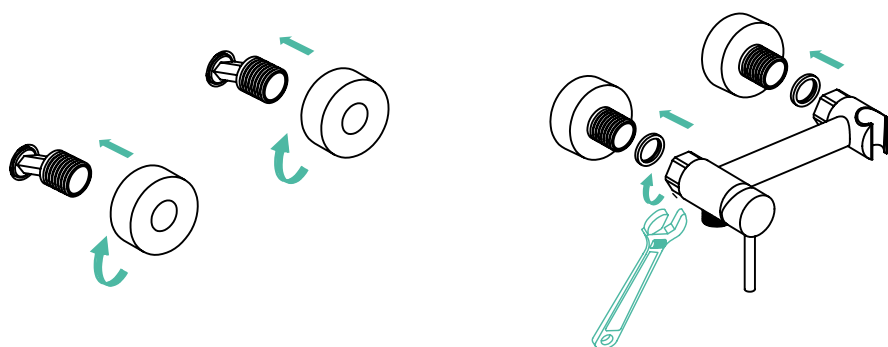

Рис. 3
3. Установите на эксцентрические переходники декоративные чашки (отражатели), установите прокладки и с помощью инструмента с мягкими накладками (во избежание повреждения гальванопокрытия) присоедините корпус смесителя (рис. 3).